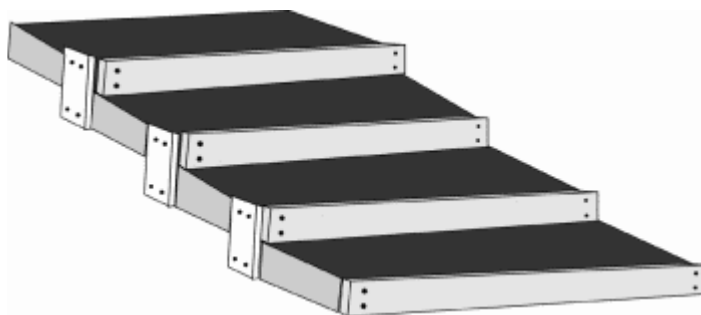

Рис. 6. Опалубка для бетонной лестницы.
4. Сделайте опалубку (рис. 6), скрепив доски гвоздями. Необходимо, чтобы она повторяла контуры лестницы. Ровность опалубки следует проконтролировать.